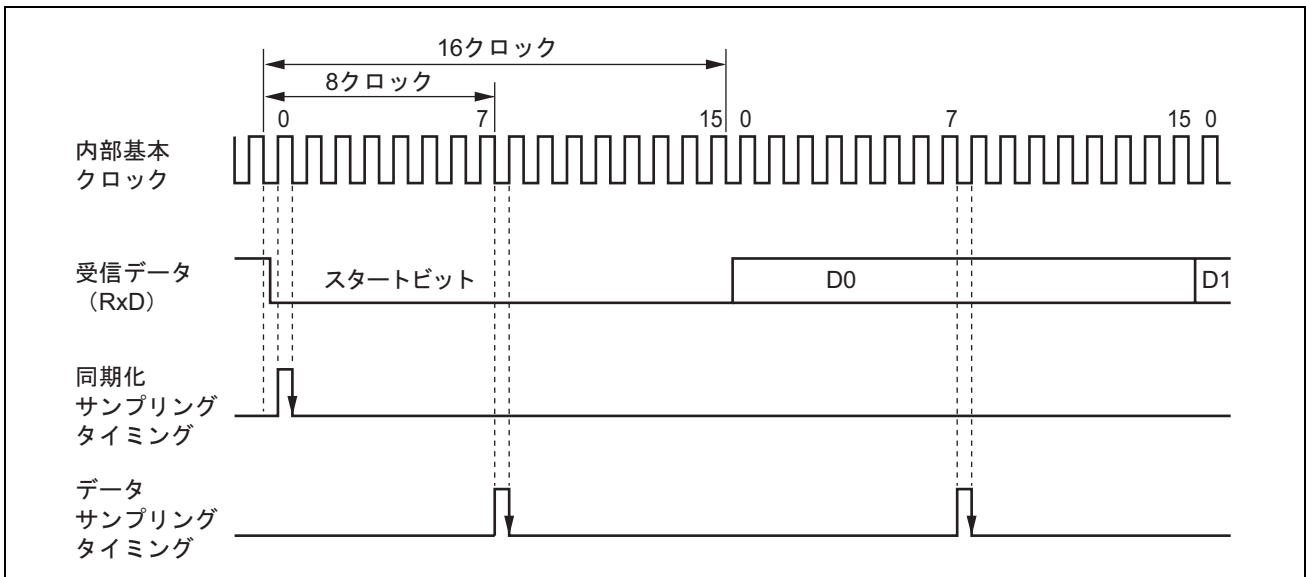

図 19.6 調歩同期式モードの受信データサンプリングタイミング
調歩同期式モードでは、SCI はビットレートの 16 倍*の周波数の基本クロックで動作します。受信時はスタートビットの立ち下がり基本クロックでサンプリングして内部を同期化します。また、図 19.6 に示すように受信データを基本クロックの 8 番目*の立ち上がりエッジでサンプリングすることで、各ビットの中央でデータを取り込みます。したがって、調歩同期式モードでの受信マージンは式 (1) のように表わすことができます。